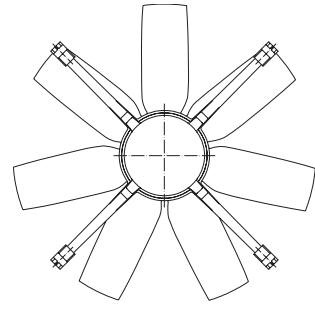

Abb. 3 Bauform T für Einbau in Abluftkamine
Abb./fig. 3
- Ventilator Bauform **T (Abb. 3)**